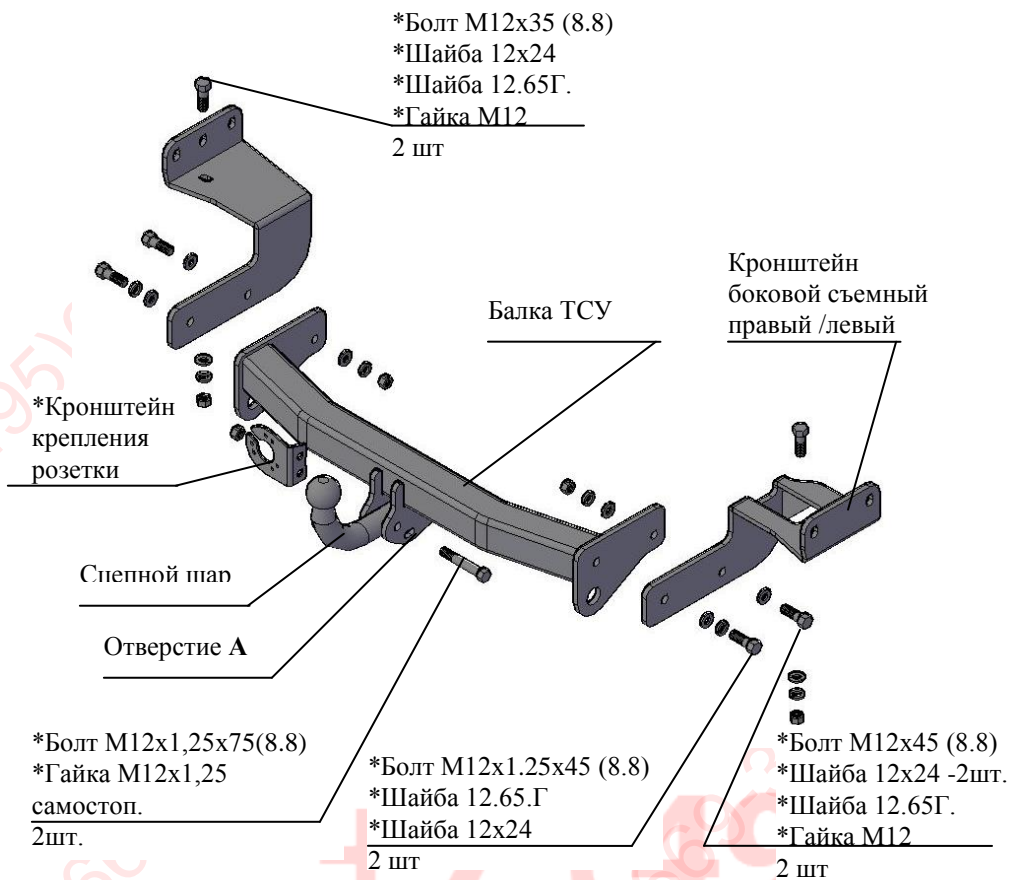

Рис.1 Тягово-сцепное устройство 7150
2.1 ТСУ 7150 в сборе (рис.1)	1 шт.
2.2 Пакет с комплектующими (см. рис.1)	1 шт.